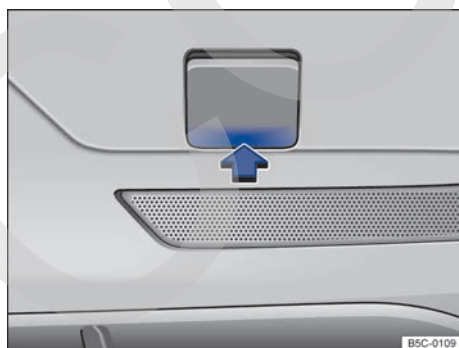

Fig. 163 En el lado derecho del paragolpes trasero: retirar la tapa.
- Presione sobre la zona inferior de la tapa → fig. 163 (flecha) para desencastar esta.
- Introduzca la pestaña inferior de la tapa → fig. 163 en el orificio del paragolpes y presione sobre la zona superior de la tapa hasta que encastre.